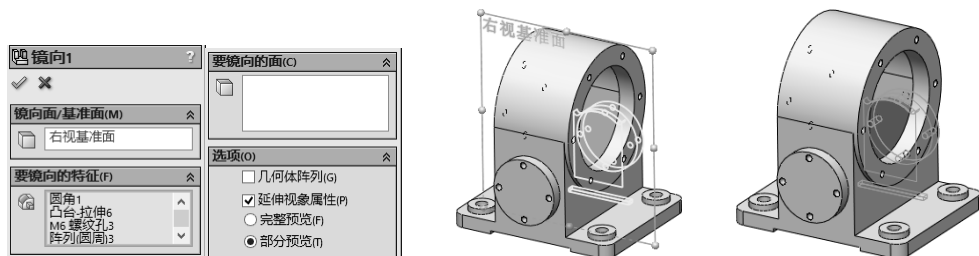

图 3-128 镜像实体操作
STEP 5 单击“特征”工具栏中的“镜像”按钮，选择“右视基准面”为“镜像面”，选择 **STEP 1** ~ **STEP 4** 创建的实体，执行镜像操作，如图 3-128 所示。